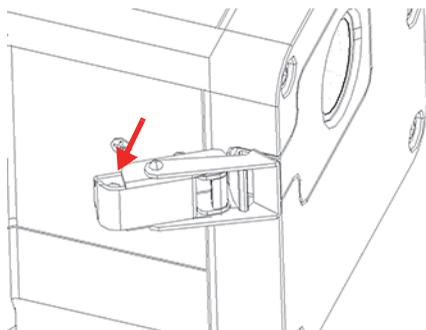

Figura 4-2 Dispositivo di blocco tirato verso l'esterno
3. Tirare verso l'esterno il dispositivo di blocco per allentare la tensione sulla placchetta (vedi Figura 4-2 a pagina 64).